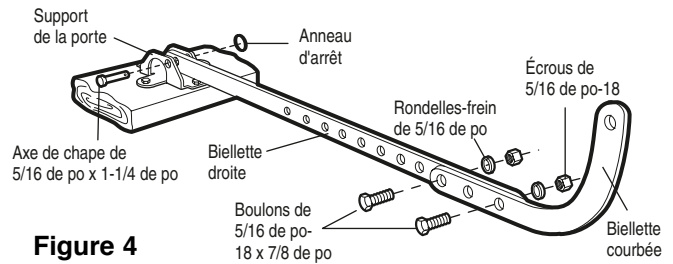

Figure 4
1. Assemblage des biellettes, Figure 4 :